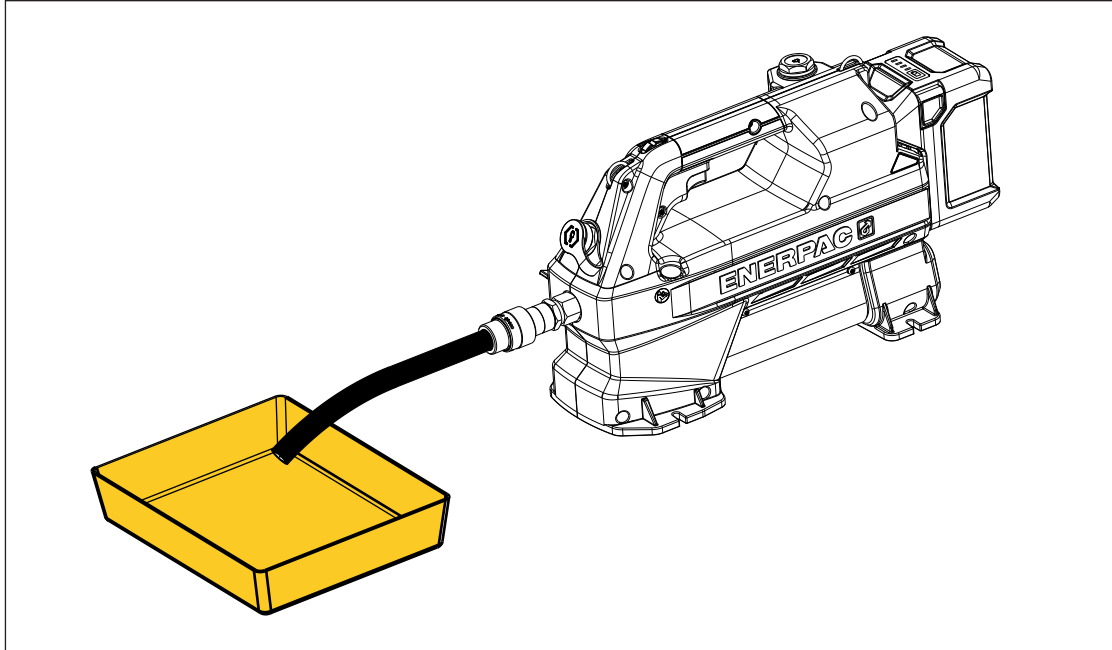

图 15: 排空液压油箱
7. 打开液压泵电源开关 (I)。
8. 向上按扳机以启动泵电机并开始排空油箱。使电机继续运行，直至液压油停止从开口软管中流出。然后，释放触发开关。请见 图 15。